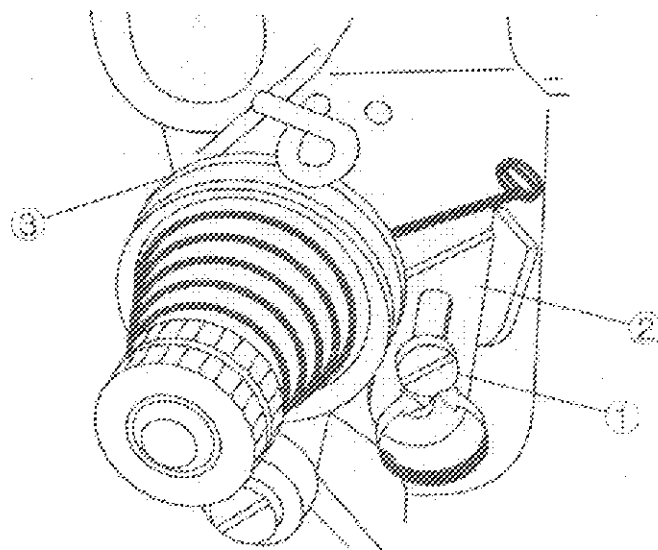

Рис. 11
14. Регулировка пружины регулятора натяжения игольной нити (Рис. 11)